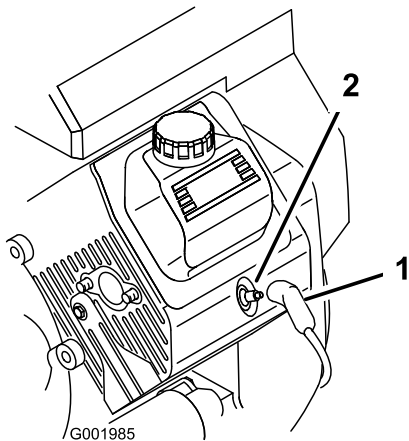

Bild 51
3. Ziehen Sie die Kabel von den Zündkerzen ab (Bild 51).
3. Stecken Sie die Kabel auf die Zündkerzen (Bild 51).